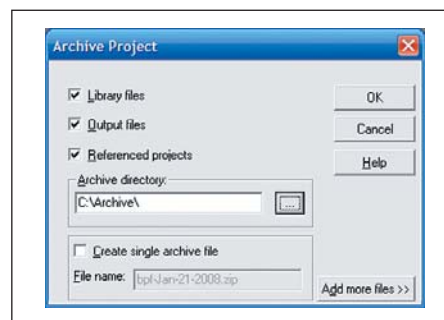

Рис. 5. Диалоговое окно Archive Project
2. В меню **File** выберем **Archive Project**. Появится диалоговое окно Archive Project (рис. 5).